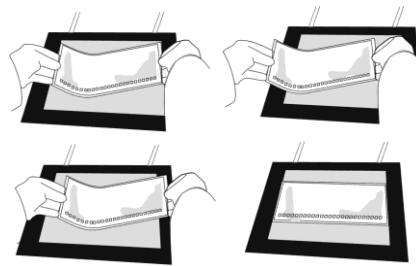

Abb. 2
- Das Gel auspacken und die Deckfolie entfernen. Das Gel mit der Gelseite nach oben an den gegenüberliegenden Kanten nehmen, U-förmig biegen und von links nach rechts vorsichtig und luftblasenfrei auf die Kühlplatte legen (Abb. 2).